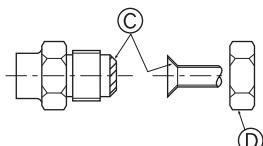

Fig. 4-5
Ⓐ (Fig. 4-5)
Ⓑ (Fig. 4-5)
4.4. Соединение труб (Fig. 4-5)